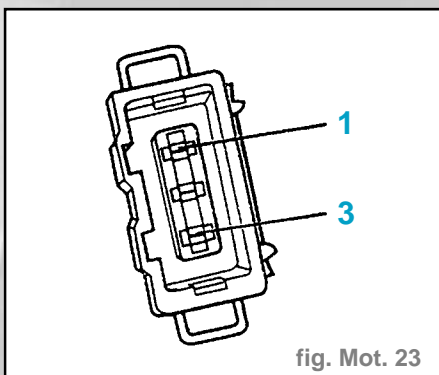

fig. Mot. 23
- Procéder à une mesure de la tension avec le multimètre à main **V.A.G. 1526** entre le contact 3 de la fiche et la masse du moteur (fig. Mot. 23).